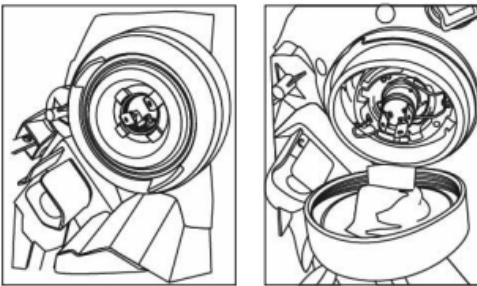

Figura-2
- 5.1 Certifique-se de que a luminária tem uma junta e uma mola de metal ou um mecanismo de fixação semelhante. Utilize a mola de metal para fixar a lâmpada conforme indicado na figura 2.